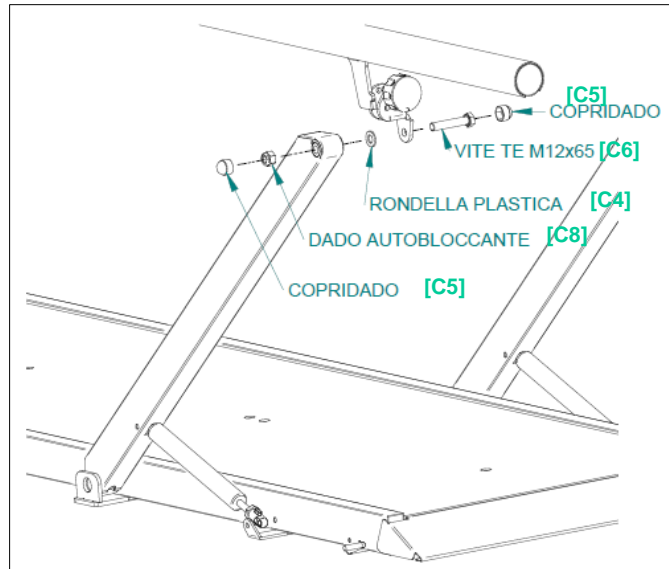

Fig. 3
- 8 Installare i corrimani con l'apposita ferramenta: serrare il dado autobloccante senza impedire la regolazione fluida dell'altezza (Fig.3).